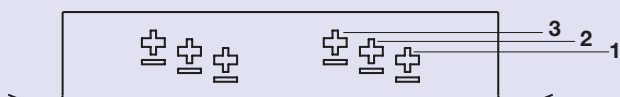

Fig. 1
- Fig. 1 Richtige Klemmdicke wählen.